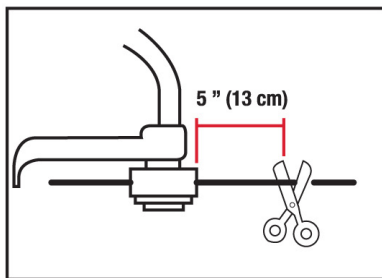

Fig. 4A
NOTA: Para minimizar la carga del motor durante la puesta en marcha y el calentamiento, reducir el exceso del hilo de corte a 13 cm. (Fig. 4A)
9. Recortar el exceso de hilo hasta aproximadamente unos 13 cm. Esto minimizará la carga del motor durante la puesta en marcha y el calentamiento. (Fig. 4A).